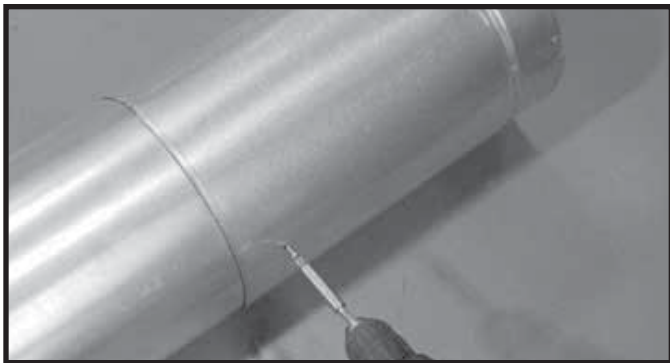

Figure 8.7 Vis de la section coulissante
- Fixer solidement le tuyau et la section coulissante à l'aide de deux vis dont la longueur maximale n'excède pas 13 mm (1/2 po), en utilisant les avant-trous de la section coulissante. Voir la figure 8.7.